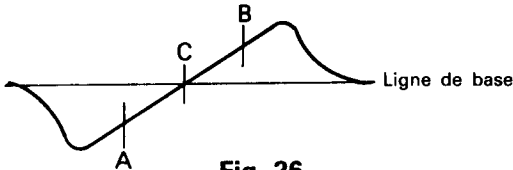

Fig. 26
- Utiliser le noyau de T202 pour former la courbe-S indiquée sur la Fig. 26. Régler la symétrie de A et B au niveau du point C pour la linéarité.